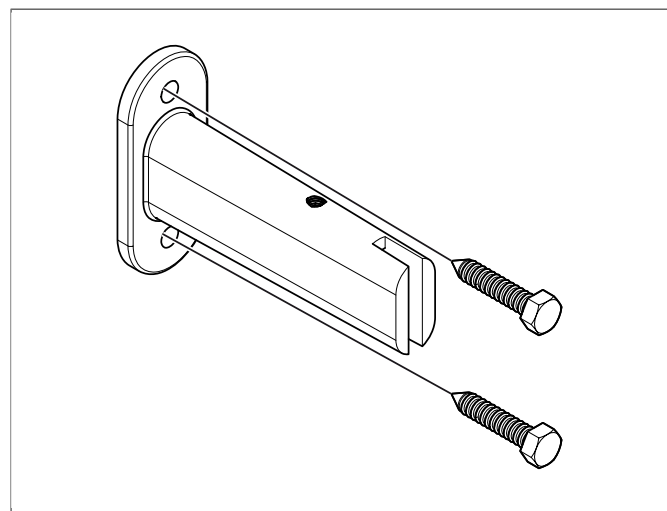

Fig 11: Konsol med skruvar
9. Montera de fyra konsolerna på väggen enligt markeringarna efter bormallen. Montera de två nedre konsolerna med låsskruvhålet nedåt så att detta döljs. Endast de två övre behöver låsas med låsskruven (se **Fig 11**, sidan 5).